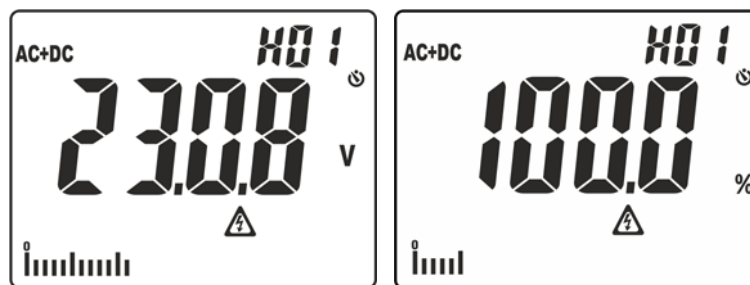

Fig. 3: Visualizzazione ampiezze analisi armonica
- Pressione semplice del tasto per visualizzazione ampiezze delle armoniche di tensione e corrente fino al 25° ordine (**Hdc, H01... H25**) in formato assoluto o percentuale in rapporto alle fondamentali dei segnali in ingresso (per valori di tensione VAC >0.5V e corrente AC > 0.5A e frequenza compresa tra 42.5Hz ÷ 69Hz) e il valore percentuale del parametro **THD%** (vedere § 9.4) come mostrato in Fig. 3. Usare i tasti \blacktriangle e $\blacktriangledown/\text{Ⓜ}$ per aumentare/diminuire l'ordine dell'armonica